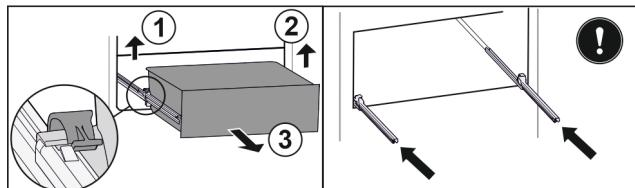

Fig. 92
- Повдигнете лявата скоба и едновременно с това изтеглете напред чекмеджето отляво. Fig. 92 (1)
- Повдигнете дясната скоба и едновременно с това изтеглете напред чекмеджето отдясно. Fig. 92 (2)
- Извадете чекмеджето напред. Fig. 92 (3)